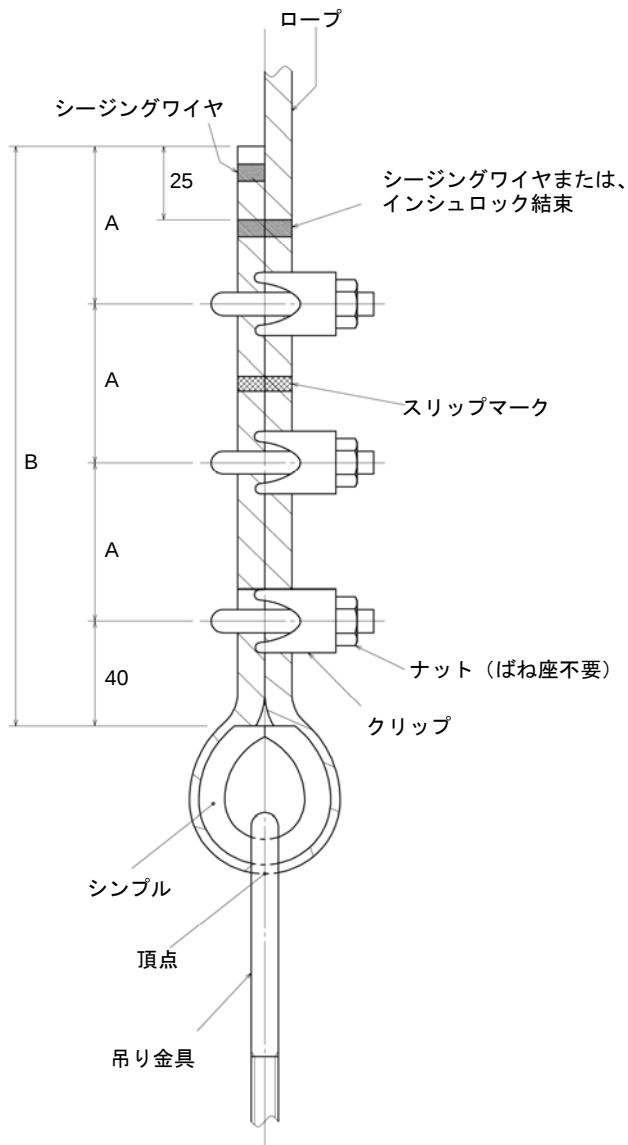
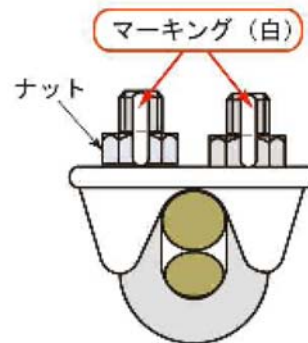

図1 ロープクリップ取付
図2 クリップナットのマーキング
- ①ストランドの撚り戻り止めのシージングワイヤーが施されているか確認します。
- ②図1のような同一方向で端末側にUボルトがくるようになっているか確認します。
- ③定期検査でワイヤークリップに緩みはないか確認し、緩みのある場合はかごおよび釣合おもりの荷重がかかった状態で表1の締結力で増し締めします。
- ④図1のスリップマークと図2のナットのマーキングがずれてないか確認します。